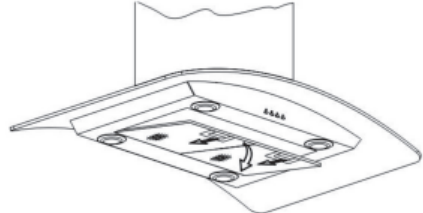

Abbildung 12
– Nehmen Sie die Filter heraus, wie es in der *Abbildung 12* gezeigt wird.
1. Nehmen Sie den AI - Filter ab (*Abbildung 12*).